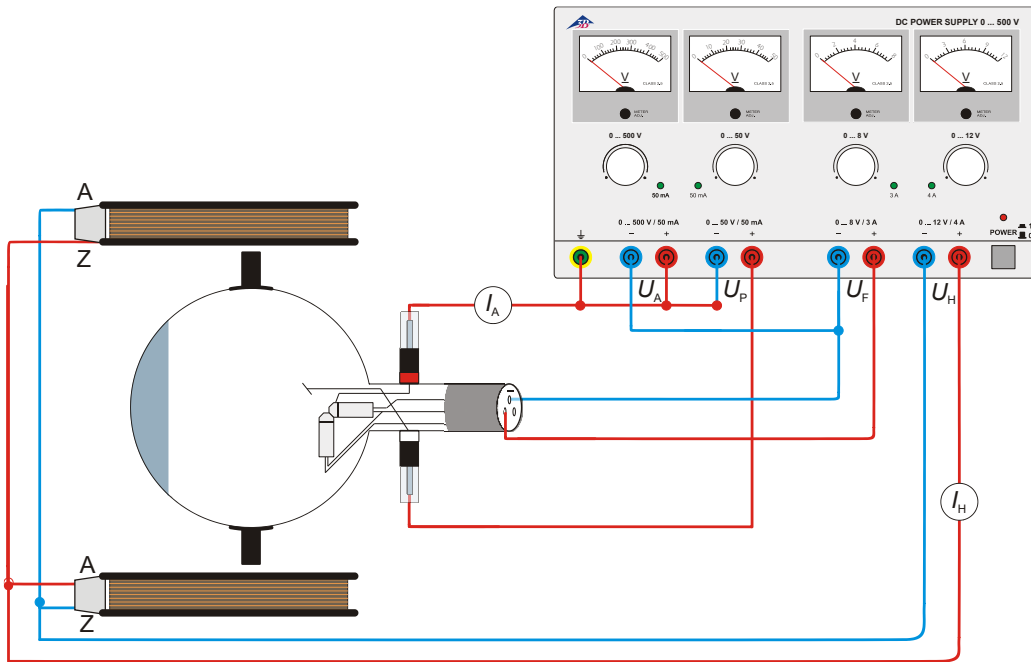

Abb. 4 Bestimmung von e/m mittels der axialen Elektronenkanone
- Beschaltung der Röhre gemäß Abb. 4 vornehmen.